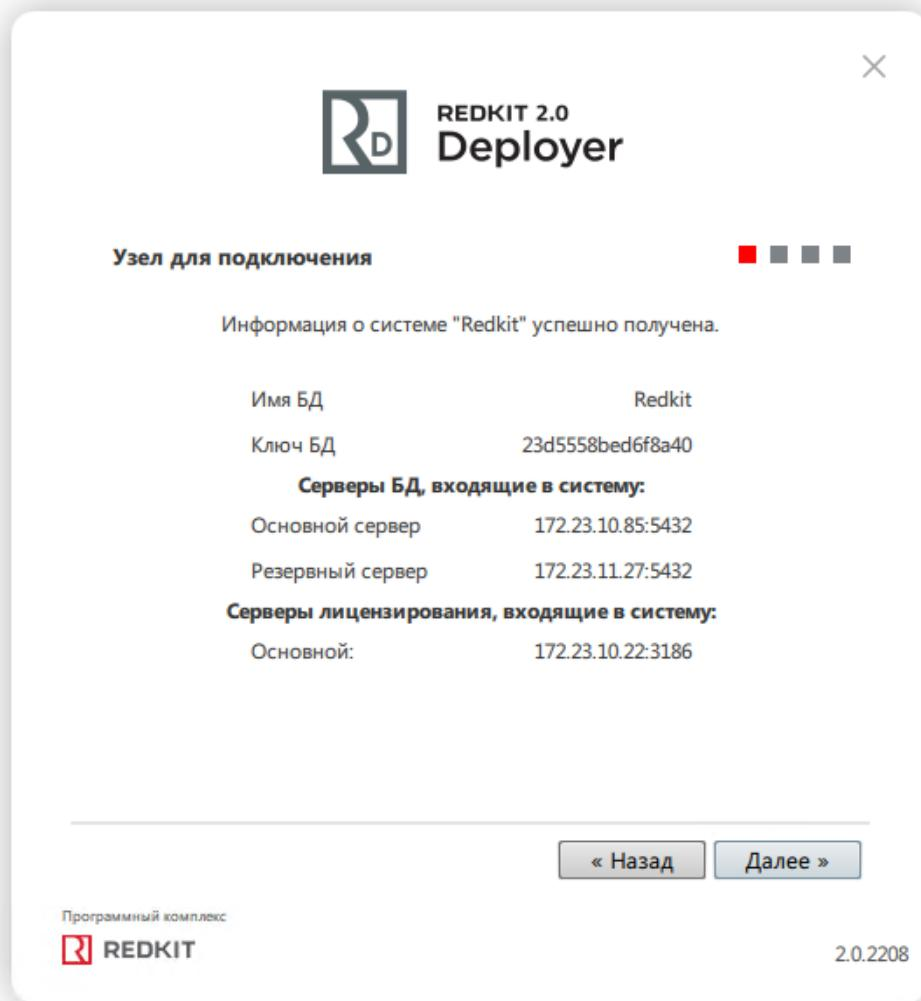

Рисунок 33 - Информация
5. Ознакомьтесь с информацией о системе Redkit и нажмите **Далее** (Рисунок 33).